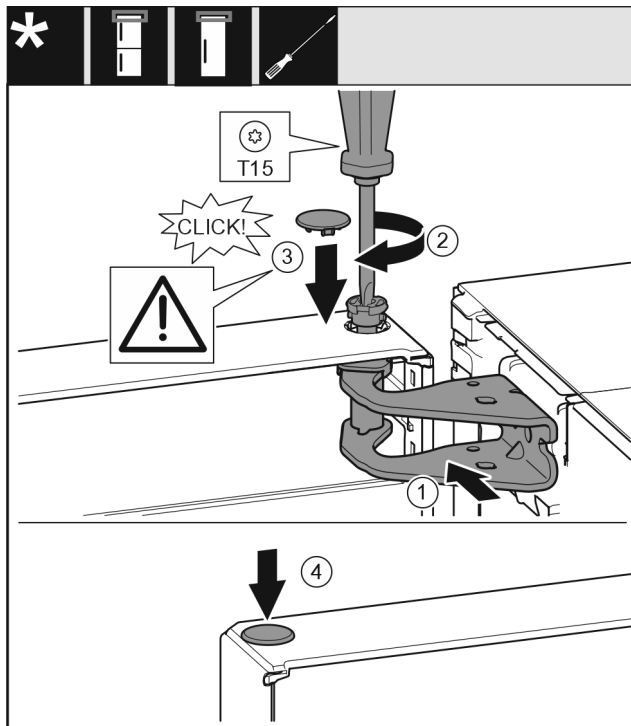

Fig. 21
- ▶ Aliniați ușa sus spre deschizătură în suportul de lagăr. Fig. 21 (1)
- ▶ Introduceți bolțul Fig. 21 (2) și înșurubați-l ferm cu șurubelnița.
- ▶ Montarea capacului de siguranță Fig. 21 (3) pentru siguranța ușii: Introduceți capacul de siguranță și controlați dacă este așezat pe ușa. În caz contrar, introduceți complet bolțul.
- ▶ Introduceți dopul Fig. 21 (4).